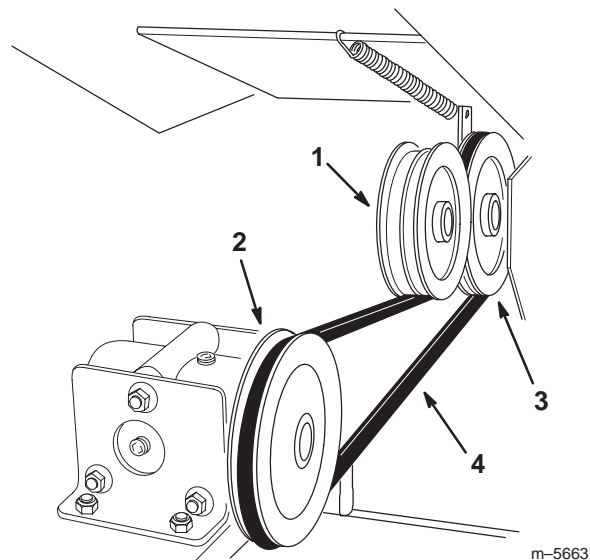

Bild 7
2. Heben Sie die Spannscheibe an und legen den Treibriemen um die Fahrtriebsausgangs- und die Getriebeantriebsscheibe (Bild 7).
3. Lassen Sie die Spannscheibe wieder los, damit sie auf den Treibriemen zurückspringen kann (Bild 7).